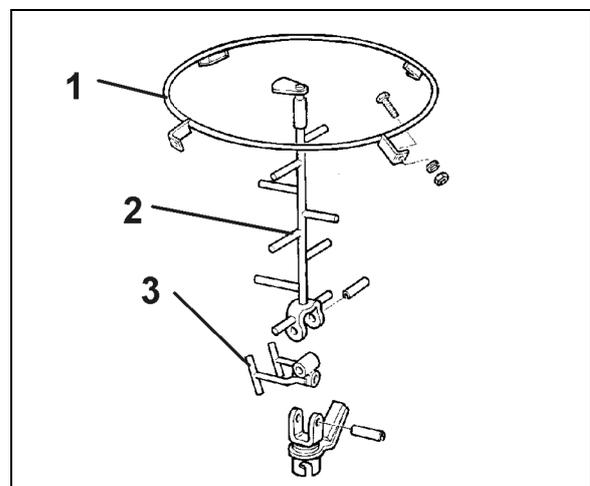

Fig. 17
1. Enrosque o anel-guia (Fig. 17/1) nos furos existentes no depósito.
2. Com a bucha de aperto, fixe a parte de cima do agitador (Fig. 17/2) à parte de baixo (Fig. 17/3).